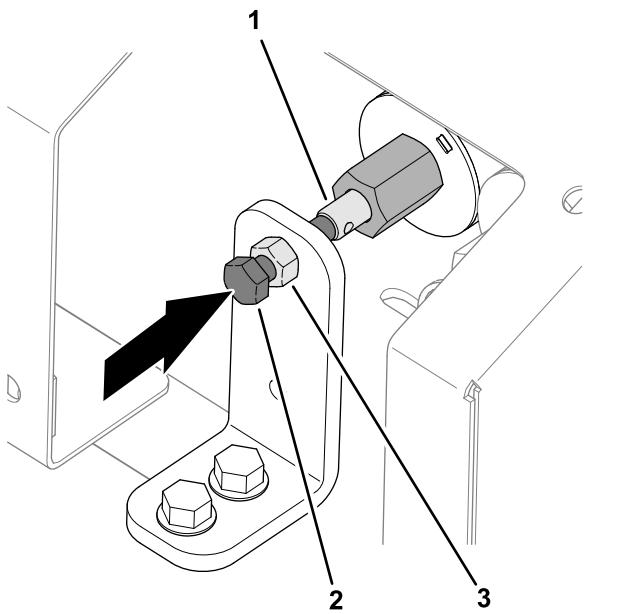

Figure 31
- Desserrez l'écrou de blocage sur le support de commande manuelle (Figure 31).
2. Tournez la vis à tête hexagonale de la vanne dans le sens horaire pour accroître la vitesse de la bande (Figure 31).